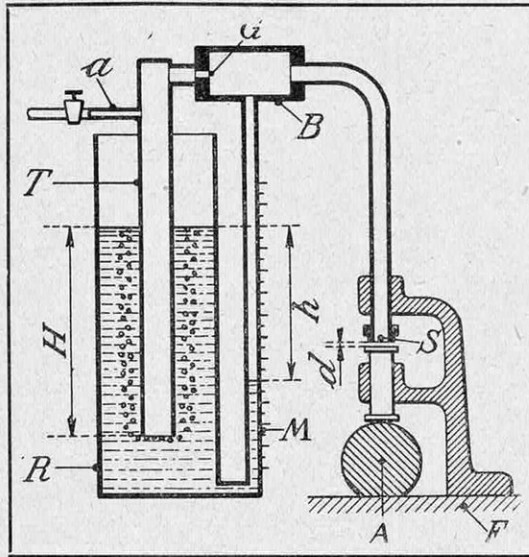

FIG. 2. — SCHÉMA DU MICROMÈTRE PNEUMATIQUE « SOLEX » APPLIQUÉ A LA MESURE DU DIAMÈTRE D'UNE PIÈCE CYLINDRIQUE
base d'une cuve en haut de laquelle un tube de trop-plein évacue l'excès de liquide et maintient ainsi le niveau dans la cuve à une hauteur déterminée; si, alors, on branche une canalisation à la base du réservoir, la pression de l'eau dans cette canalisation sera — non pas celle de l'eau arrivant à la cuve — mais bien celle qui correspond à la hauteur constante de l'eau dans la cuve; la pression d'arrivée peut donc varier, mais la pression de départ restera constante. Le régulateur d'air à tube plongeur est de fonctionnement identique; l'air sous pression arrive par le robinet *a* à un tube *T* de forte section plongeant à une distance *H* en dessous du niveau de l'eau d'un réservoir *R* ouvert à l'air libre (fig. 2); la pression d'arrivée chasse l'eau du tube *T* jusqu'à sa base et l'air en excès s'échappe à travers l'eau du réservoir; on a ainsi réalisé un trop-plein d'air analogue à celui dont nous venons de parler, en sorte que la pression de l'air dans le tube *T* tombe à la valeur qui correspond à la hauteur d'eau *H* dont le tube plonge dans le récipient; comme cette hauteur peut être facilement réglée au millimètre près, il s'ensuit que la pression de l'air en haut du tube *T* est rigoureusement constante et connue de façon précise: le gicleur du micromètre sera donc alimenté en air à pression constante, quel que soit son débit, si on le branche sur un conduit aboutissant en haut du tube *T*.
b) La mesure du débit d'air. — Nous avons vu que la résistance opposée à l'écoulement de l'air passant à travers un gicleur augmentait avec le débit; les physiiciens en ont déduit une méthode de mesure des débits par la connaissance de la résistance de passage à travers un gicleur déterminé; cette résistance est connue en mesurant la pression de part et d'autre du gicleur, ou plus précisément la différence de pression entre l'amont et l'aval, ce qui est facilement réalisé avec un manomètre à tube en *U*. L'adaptation de ce mode de mesure sur le régulateur de pression d'air est facile à réaliser (fig. 2); l'orifice de mesure *G* est intercalé dans la conduite qui part du haut du tube plongeur; le manomètre à eau est combiné avec le réservoir *R* qui en forme la branche amont; le tube aval est constitué par un tube de verre *M* de faible diamètre branché entre la base du réservoir *R* et la face aval de l'orifice de mesure *G*. Une échelle graduée tracée le long du tube *M*, et
Dans le cas d'utilisation pour le repérage de la distance d'un gicleur donné à la paroi d'une pièce quelconque, un montage doit être conçu de façon à fixer le gicleur en sorte que le plan de l'orifice soit réglé avec la plus grande précision à une distance déterminée d'une plaque de base (fig. 2); soit alors à contrôler les diamètres de pièces cylindriques, tel qu'un axe de piston, par exemple; la pièce vue en *A*, placée sur la plaque de base *F*, est engagée sous un poussoir *P* de longueur connue et dont la face supérieure arrive en regard de l'orifice du gicleur de micromètre